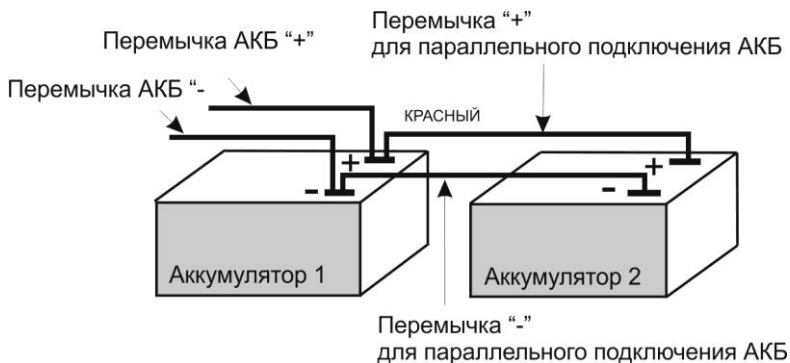

Рис.6 Параллельное подключение двух аккумуляторов
- При необходимости подключения двух аккумуляторов соединить переключателями АКБ (входят в комплект поставки) аккумуляторы в батарею как показано на рис.6